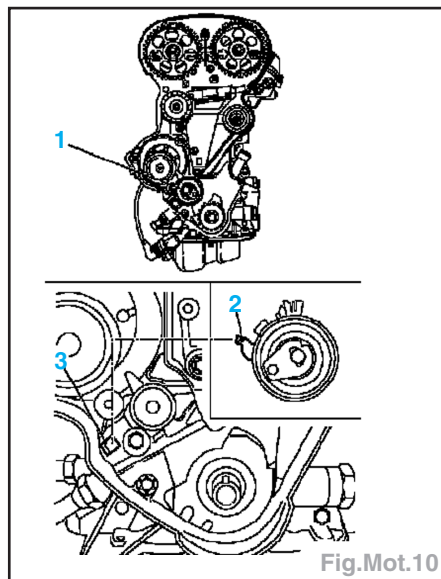

Fig.Mot.10
- Déposer le galet-tendeur (1) (Fig.Mot.10).
Important : Le levier d'arrêt (2) du galet doit s'engager dans les joues de guidage (3) de la pompe à huile (Fig.Mot.10).